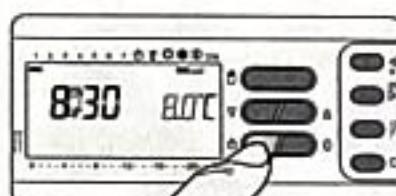

Fig. 54
**10.2** - Premere una sola volta il pulsante  $\Phi$  (fig. 54) per posizionare l'apparecchio in funzionamento ANTIGELO  $\Phi$  e impostare la temperatura desiderata tramite il pulsante  $\nabla$  oppure  $\Delta$  (fig. 53).